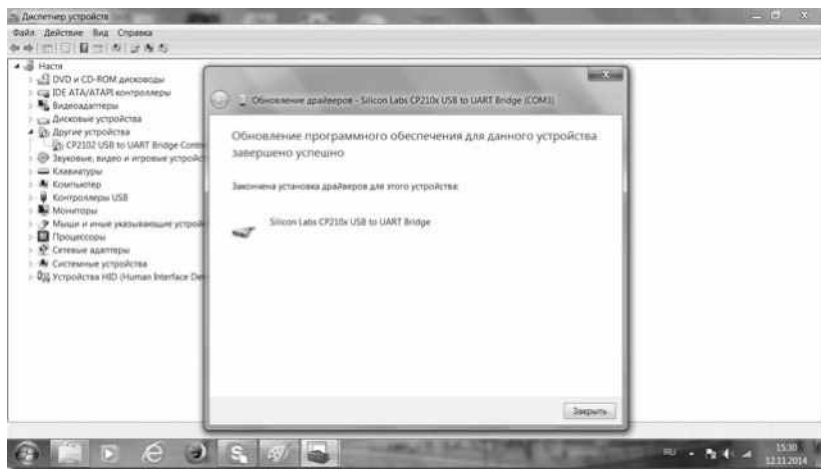

Рис. 13
3.11. После успешной установки драйвера система сообщит об этом (рис.13). Нажимаем «Закрыть» данное окно.